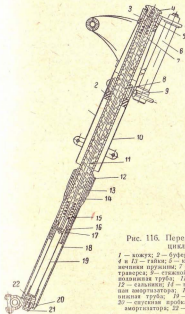

Рис. 116. Передняя вилка мотоцикла М-62:
**Ходовая часть.** Передняя вилка. На мотоцикле М-61 устанавливается передняя вилка мотоцикла М-72. На мотоцикле М-62 устанавливается телескопическая вилка (рис. 116) с гидравлическими амортизаторами и с внутренними пружинами. Отличие этой вилки от вилки мотоцикла М-72 заключается в ином расположении пружин и в несколько отличной конструкции амортизатора пера вилки.